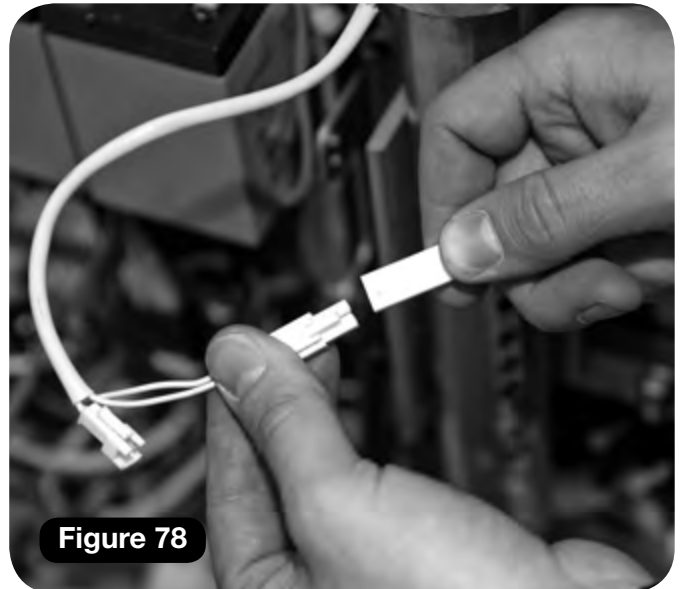

Figure 78
- d Connectez le siège sur le connecteur du faisceau du bouton de pivotement (blanc) (**Figure 78**).